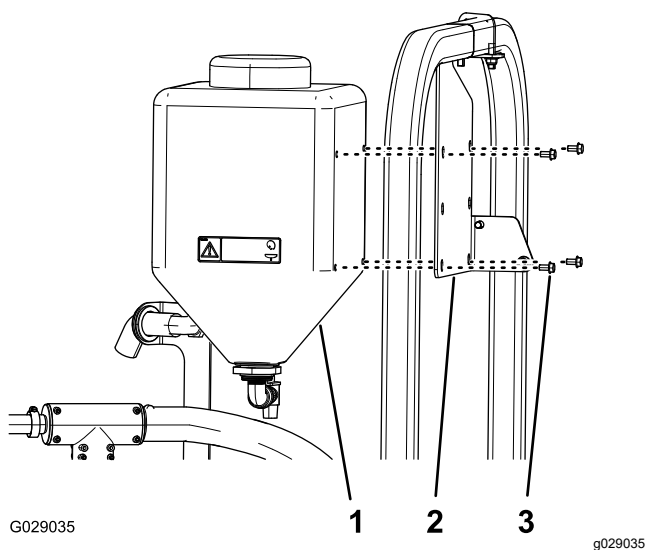

Figura 3
2. Retire os 4 parafusos de cabeça flangeada que fixam o depósito de água limpa ao suporte de montagem (Figura 3).
3. Retire o depósito da máquina (Figura 3).